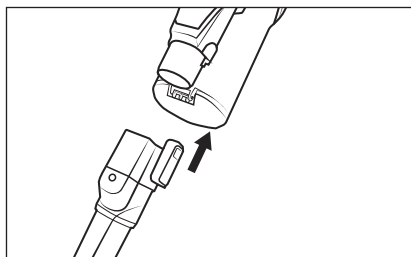

Fig. 14
- ◆ Sæt tilbehøret på sugerør 24 eller produktets sugeåbning, indtil det klikker hørbart på plads (se fig. 14). Vær opmærksom på, at låsen har den rigtige stilling.